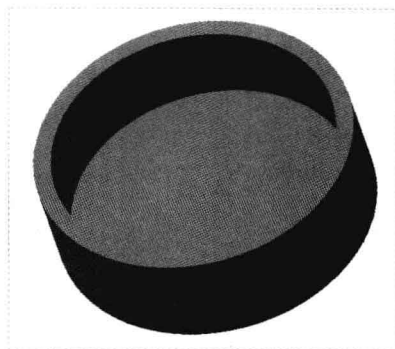

图 10-68 图形文件
Step 01 按【Ctrl+O】组合键，打开图形文件，如图 10-68 所示，在“功能区”选项板的“模